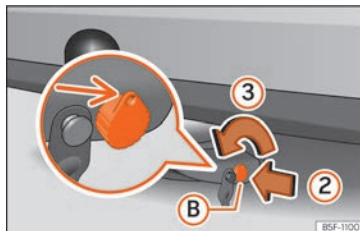

Fig. 300 Desbloquear cerradura
- Introduzca la llave **B** en la cerradura en sentido de la flecha **2** >>> **fig. 300**.